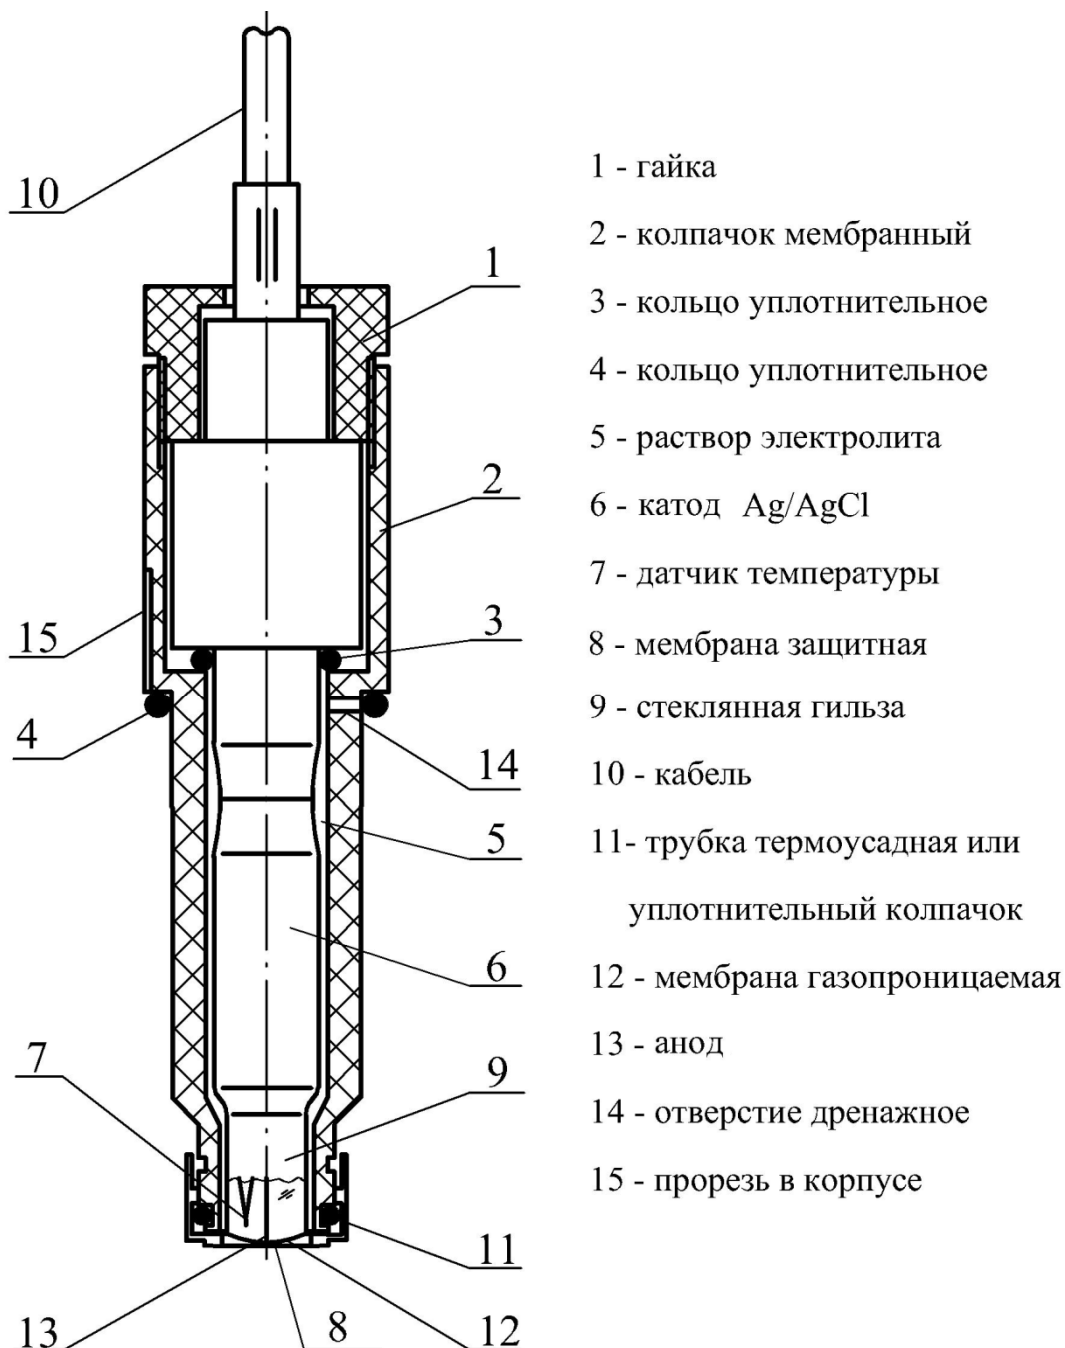

Рис. 4.2. Внешний вид АСрН₂-01, АСрН₂-02, АСрН₂-03 и АСрН₂-04.
2. Возьмите электродный ансамбль и медленно вставьте его в мембранный колпачок в вертикальном положении. Избыток раствора электролита должен выступить через дренажное отверстие 14 (см. рис.4.2).
В данных конструкциях электродная система АС герметизируется с помощью кольца 4 (см. рис. 4.2), установленного на боковой поверхности мембранного колпачка 2. При закручивании гайки (см. рис. 3.10) резиновое кольцо 4 (см. рис. 4.2) перекрывает дренажное отверстие 14 в корпусе АС. Для крепления измерительных камер на щите или «по месту» предусмотрен специальный держатель, входящий в комплект поставки. Присоединительные штуцера рассчитаны на подводящие трубки из ПВХ с внутренним диаметром 6 мм. На линии входа может устанавливаться фильтр, защищающий АС от твердых частиц присутствующих в анализируемой жидкости или газе.
6.6. При работе с амперометрическим сенсором следует соблюдать осторожность, оберегая стеклянную гильзу от ударов. При длительном хранении амперометрического сенсора в нерабочем состоянии (более 6 месяцев) необходимо слить раствор электролита, промыть корпус сенсора дистиллированной водой и одеть его на амперометрический сенсор (см. п. 3.7). При установке амперометрического сенсора в измерительную камеру необходимо проверить наличие герметизирующего кольца 4 и уплотнительного колпачка 11 (см. рис. 4.2).
6.7. При работе и межрегламентном обслуживании АС не допускается прикладывать механические усилия к кабелю АС. При работе или длительном хранении АС с раствором электролита (более 1 года) могут возникнуть трудности с разборкой АС из-за высыхания раствора электролита и кристаллизации солей в корпусе АС. В этом случае открутите гайку 1 (см. рис. 4.2) и с помощью шприца залейте 1 мл дистиллированной воды в верхнюю часть корпуса 2. Через 2 – 6 часов амперометрический сенсор можно достать из корпуса, не прикладывая особых усилий.